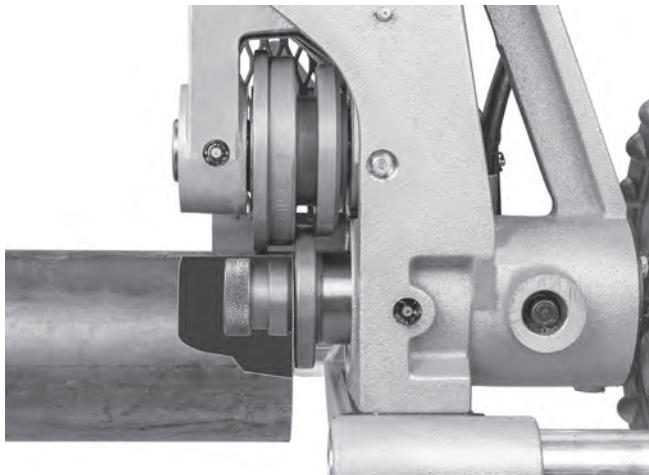

Abbildung 12 - Auflegen des Rohrs über die Antriebswelle, bündig mit dem Antriebswellenflansch (Stabilisator zur Verdeutlichung nicht abgebildet)
3. Zur Abstützung des Rohres müssen geeignete Rohrständer vorhanden sein. Stellen Sie die Höhe der Rohrständer so ein, dass das Rohr waagrecht liegt und der obere Innendurchmesser des Rohrs auf der Antriebsrolle sitzt (siehe Abbildung 12).
- Legen Sie das Rohr auf den/die Ständer, wobei das Rohrende bündig mit dem Antriebswellenflansch abschließt und die Innenseite des Rohrs die Oberseite der Antriebswelle berührt (Abbildung 12). Vergewissern Sie sich, dass das Rohr stabil und sicher liegt.